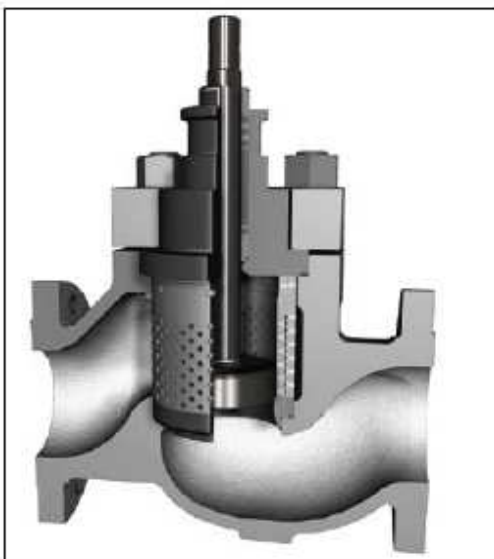

Abbildung 7
- 8.2.1. ChannelStream ersetzt die Standard-Mark One-Innengarnitur durch eine Garnitur mit mehreren zusammengehefteten Lochblenden, siehe Abbildung 7. Kegel, Sitzring und Aufsatz unterscheiden sich in ihren Maßen von der Standard-Mark One-Ausführung. Montage und Demontage des Ventils folgt den Standardverfahren.